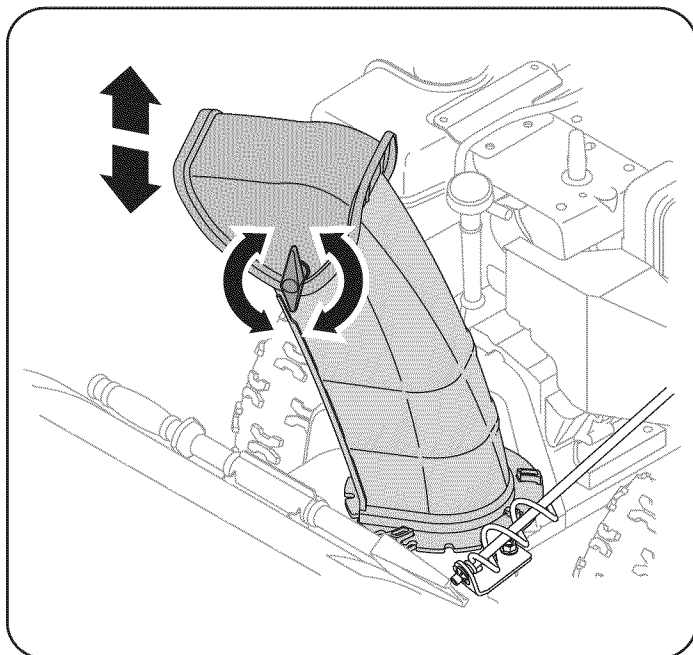

Figura 9
2. Gire el canal hacia arriba o hacia abajo antes de apretar la perilla a mariposa. Vea la Figura 9.